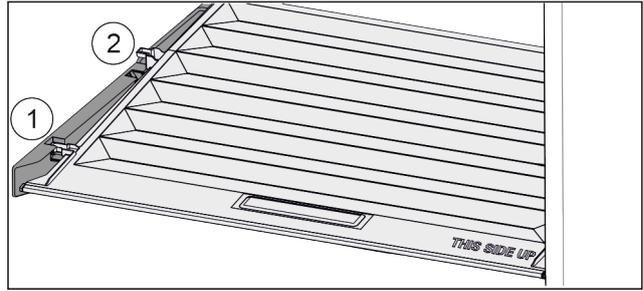

Fig. 63
- ▶ Deckel bis zur Öffnung in den Halteteilen nach vorne ziehen Fig. 63 (1).
- ▶ Hinten von unten anheben und nach oben wegnehmen Fig. 63 (2).